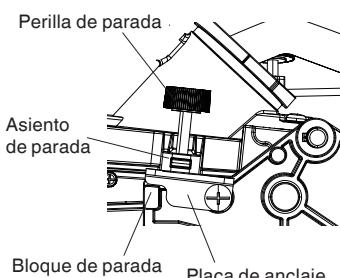

Fig. 19-b
15. Ajuste de la profundidad de corte (Fig. 19-b)